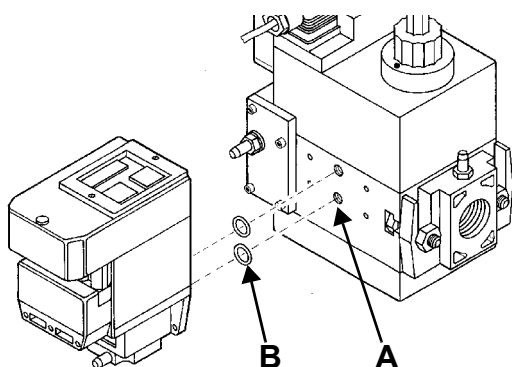

Рис. 9
- 2). снять крепежные винты группы Multibloc (Рис. 9-А)
3). вставить уплотнительные кольца (10,5x2,25) в VPS 504 (Рис. 10-В, Рис. 9-В)
4). закрутить 4 винта блока контроля герметичности (M4x16) Рис. 9-С.